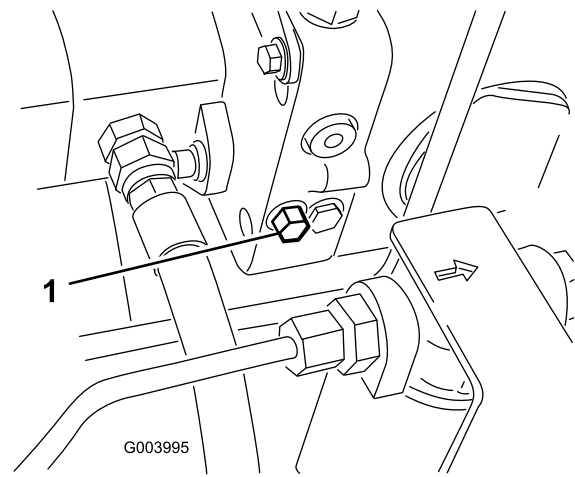

Рисунок 40
1. Перепускной клапан расположен с левой стороны гидростата (Рисунок 40). Чтобы открыть клапан и обеспечить внутренний перепуск масла, поверните болт на 1,5 оборота. Поскольку производится перепуск жидкости, машину можно медленно двигать без повреждения трансмиссии.